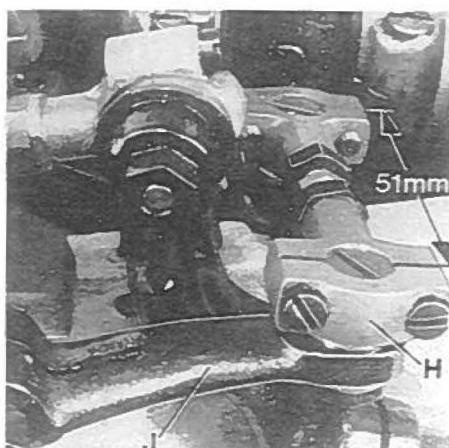

Fig.13
The distance (set at the factory) from center to center of the two ball joints driving the cross looper should be 51 mm (2 in.) (see Fig. 13).
Basically the front ball joint (H, Fig. 13) should be positioned as far as it will go to the left in the fastening slot of the cross looper drive lever (J).
Der Abstand (im Werk eingestellt) von Mitte zu Mitte zwischen den beiden Kugelgelenken zum Antrieb des Quergreifers muß 51 mm betragen (siehe Fig. 13).
Standardmäßig soll das vordere Kugelgelenk (H, Fig. 13) so weit wie möglich nach links im Befestigungsschlitz des Quergreifer-Antriebshabels (J) gestellt werden.
If required the length of the path of the cross looper swing motion can be reduced by positioning ball joint (H, Fig. 13) to the right in the fastening slot of the cross looper drive lever (J).
Bei Bedarf kann der Schwenkweg des Quergreifers durch versetzen des Kugelgelenks (H, Fig. 13) im Befestigungslängloch des Quergreifer-Antriebhebels (J) nach rechts verkleinert werden.